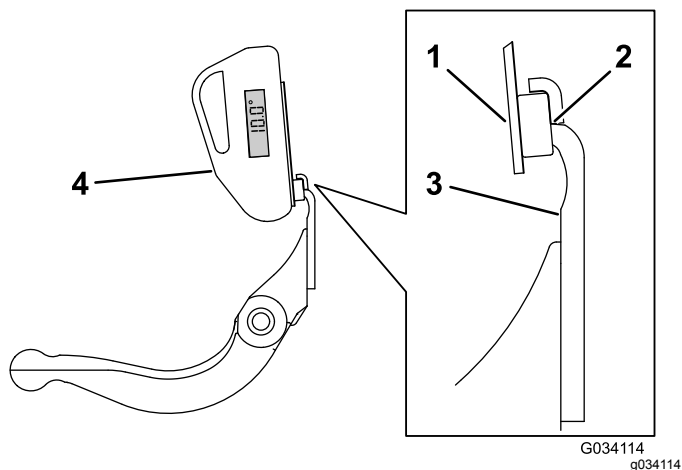

Рисунок 13
3. Установите крепление индикатора угла на кромке неподвижного ножа так, чтобы кромка магнита совпала с кромкой неподвижного ножа (Рисунок 13).
4. Установите индикатор угла на крепление, как показано на Рисунок 13.